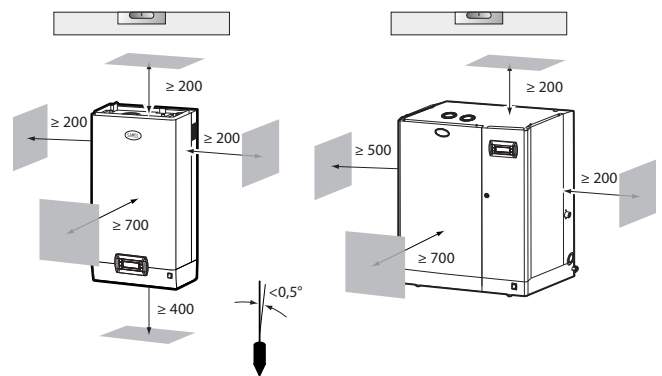

Рис. 1.b
- проверьте, что увлажнитель располагается строго вертикально. Между стеной помещения и задней стенкой увлажнителя необходимо оставить небольшие зазоры для удобства проведения работ по обслуживанию (см. Рис. 1.b).
Установите увлажнитель на стену помещения при помощи штатного крепежного кронштейна и комплекта винтов (см. Рис. 1.d, все размеры в мм).